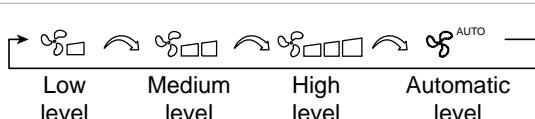

Fig. 26: Ajuste de la velocidad del ventilador
- Cada pulsación del botón FAN (Ventilador) cambia el nivel de ventilador en la secuencia mostrada en la Fig. 26.